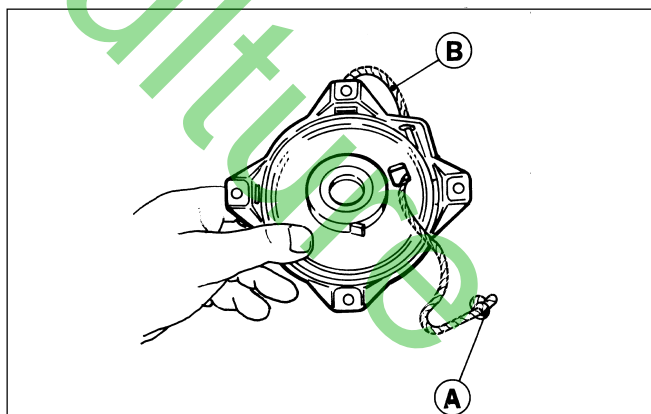

Fig. 3
- Détendre le ressort. Avec ce lanceur il est plus commode de retirer la corde de la poulie en défaisant le noeud (voir fig. 3). Pour cette opération, tirer la corde jusqu'en fin de course et bloquer la poulie, enlever la corde de son logement. Puis laisser glisser doucement la poulie en conservant une légère pression du pouce sur la poulie elle-même.
- Tourner la poulie dans le sens contraire des aiguilles d'une montre jusqu'à fin de course, puis la laisser repartir en arrière jusqu'à ce que l'orifice de la corde sur la poulie soit aligné avec l'orifice de la corde sur le corps du lanceur. Fréner la poulie avec le pouce. Enfiler la corde et la poignée. Faire un noeud provisoire d'immobilisation sur la corde pour fixer la poulie; monter la poignée défaire le noeud provisoire, laisser s'enrouler lentement la corde (Fig. 3).